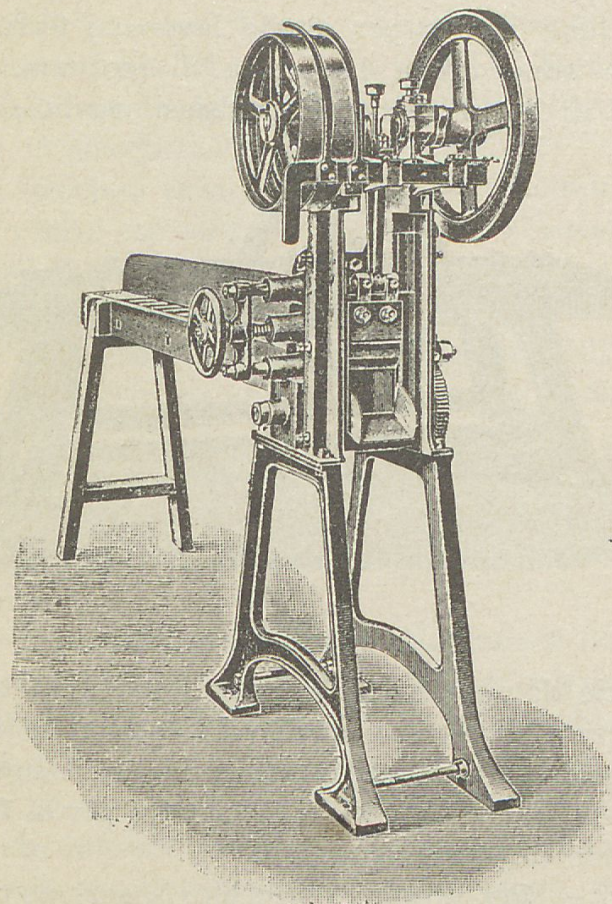

Fig. 9.
73. — Tra le più semplici per ottenere stecchini a sezione $\square$ si ricorda la presente fig. 9, nella quale l'avanzamento delle striscie di legno si compie per mezzo di cilindri scanalati, ed è regolato per mezzo d'una ruota di ricambio a seconda dello spessore voluto degli stecchini. Nelle antiche macchine l'avanzamento si otteneva con striscie di caoutchouc, ed era molto irregolare, ora si usano esclusivamente i cilindri. La macchina fig. 9 può anche essere mossa a mano, ma se ne ottiene, naturalmente, una minore produzione.